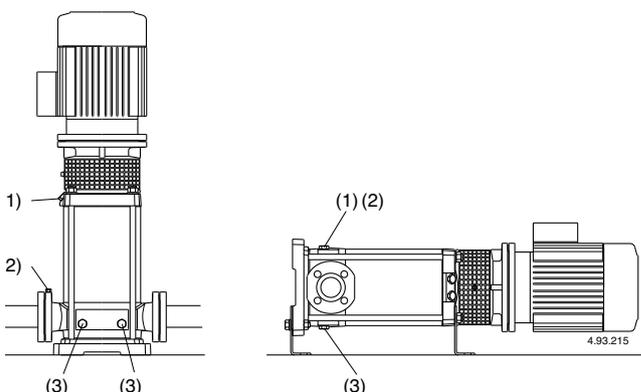

Fig. 3 (1) Remplissage et évent
Avec la **pompe au dessus du niveau de l'eau** (fonctionnement en aspiration, **fig. 2A**) ou avec un niveau d'eau en charge non suffisant (inférieur à 1 m) pour ouvrir le clapet de non-retour, remplir le tuyau d'aspiration et la pompe à travers du trou approprié (1) (**fig. 3**).
(2) Event aspiration
(3) Vidange
Avec le **niveau d'eau côté aspiration sur la pompe** (fonctionnement en charge, **fig. 2B**), remplir la pompe en ouvrant lentement et complètement la vanne sur le tuyau d'arrivée, en tenant ouverte la vanne de refoulement et les bouchons (1), (2) (**fig. 3**) pour purger l'air.
Serrer les bouchons d'évent (1), (2) (**fig. 3**), pour MXV-B, MXV(L) 25-32-40 et MXV(L)4 25-32-40 serrer la vis-
Si l'on constate une perte d'amorçage (interruption du flux au refoulement, bien que les vannes soient ouvertes) ou si l'on note une oscillation de la pression indiquée par le manomètre, repurger le tuyau d'aspiration (2), vérifier que tous les joints du tuyau d'aspiration soient parfaitement étanches et fermer les bouchons de purge (2) et les bouchons de vidange (3) sur l'aspiration (fig. 3).
Si possible comme dans le cas d'utilisations temporaires avec des liquides sales, faire fonctionner la pompe avec de l'eau propre pour éliminer les dépôts. Préférer le rinçage immédiat de la pompe avec de l'eau propre (environ 40 litres), remplir par le bouchon (1) sur le refoulement et vidanger par le bouchon (3) sur l'aspiration (fig. 3).
Quand la pompe n'est pas utilisée, elle doit être vidée complètement s'il existe un risque de gel (ôter les bouchons (14.12), (repère 3, fig. 3).
Avant le désassemblage, fermer les vannes d'aspiration et de refoulement et vider le corps de pompe (fig. 3).